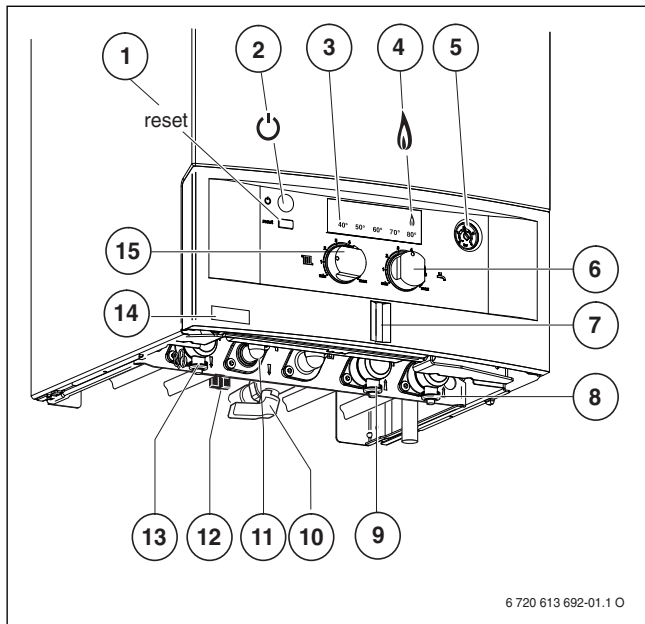

Fig. 1
Il rubinetto di riempimento (per l'impianto di riscaldamento) si trova nella parte inferiore dell'apparecchio (pos. 12, fig. 1).